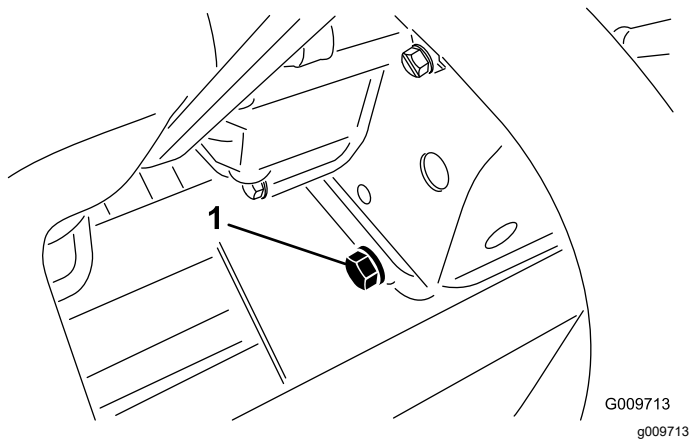

图 52
1. 拆下排油塞图 52 让油流入放油盘。油不再流时安装排油塞。